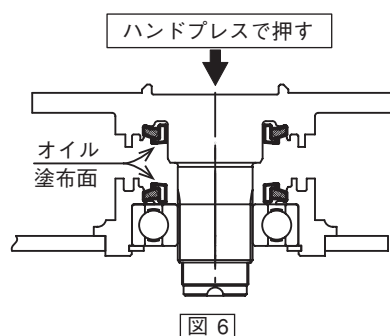

図 6
- (1) チェーンケースプレートと、耕うんフランジシャフトLに組み込んだフローティング摺動面とシャフトに、ギヤオイル（#90）を薄く塗布してください。（図6）この時、フローティングシールに細かいゴミが付着しないように注意してください。
- (2) チェーンケースプレートを下にして平坦な台に置き、フローティングシール同士が向き合うように上から耕うんフランジシャフトLをハンドプレス等で組付けてください。（図6）この時、ハンマー等を使用して叩き込まないでください。フローティングシールが損傷しオイル漏れの原因となります。